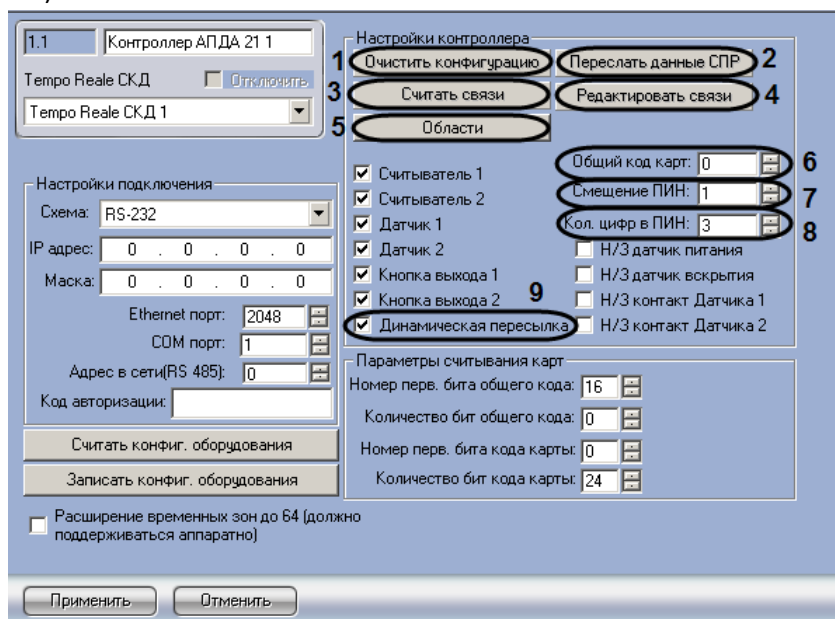

Рис. 3.3—4 Общая настройка контроллера АПДА.21
2. **Записать конфиг. оборудования** - применяется для записи конфигурации оборудования в контроллер АПДА.21 (см. Рис. 3.3—3, 9).
1. Перейти на панель настройки объекта **Контроллер АПДА 21** или **Контроллер АПДА 41** (Рис. 3.3—4).
2. Для очистки конфигурации контроллера нажать кнопку **Очистить конфигурацию** (см. Рис. 3.3—4, 1).
3. Для пересылки конфигурации из ПК *Интеллект* в контроллер нажать кнопку **Переслать конфигурацию** (см. Рис. 3.3—4, 2). В результате выполнения операции в контроллер будут отправлены связанные с ним настройки ПК *Интеллект*, в том числе сведения об уровнях доступа, пользователях, временных зонах и праздниках.
4. Для считывания логических связей между событиями в контроллере нажать кнопку **Считать связи** (см. Рис. 3.3—4, 3).
5. Для редактирования логических связей между событиями в контроллере нажать кнопку **Редактировать связи** (см. Рис. 3.3—4, 4).